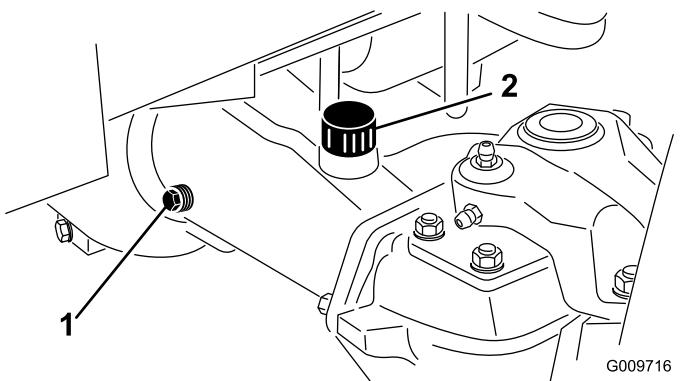

Figure 111
2. Enlevez un bouchon de contrôle à une extrémité du pont et vérifiez que le lubrifiant atteint la base de l'orifice (Figure 111).